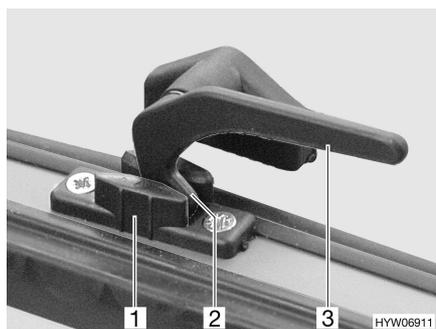

Fig. 29 Levier de verrouillage en position "Aération permanente"
- En position "Aération permanente" (Fig. 29)
- Tourner le levier de verrouillage (Fig. 29,3) d'un quart de tour vers le centre de la fenêtre.
- Remettre le levier de verrouillage en position initiale. Le tenon de verrouillage (Fig. 29,2) doit pénétrer alors dans le logement prévu à cet effet dans le verrouillage de fenêtre (Fig. 29,1).